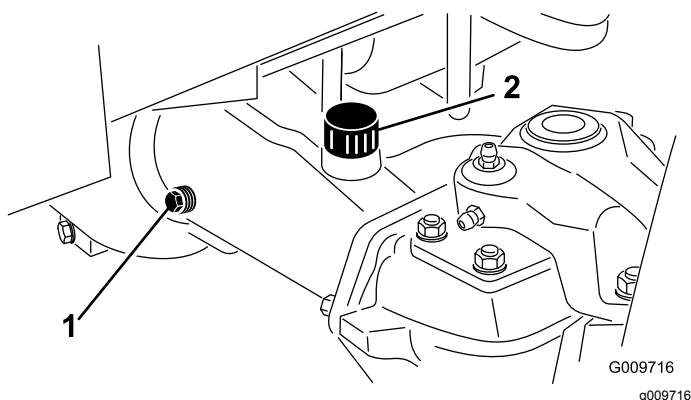

Figura 69
2. Retire o tampão de verificação que se encontra numa das extremidades do eixo (Figura 69) e certifique-se de que existe lubrificante até ao fundo do orifício.
3. Se o nível estiver baixo, retire o tampão de enchimento (Figura 69) e adicione lubrificante suficiente para o nível de lubrificante subir até ao fundo do orifício do tampão de verificação.